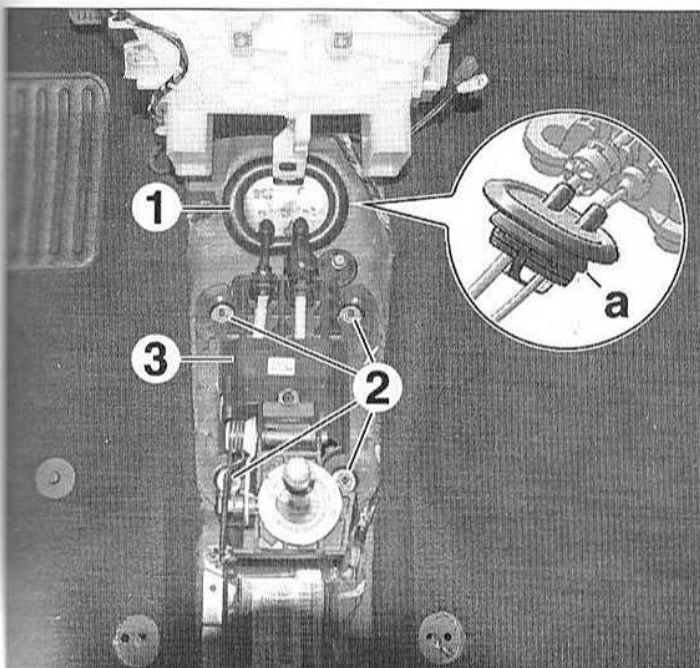

FIG.17
- Déclipper les câbles de commande et de sélection des vitesses en (a) (Fig.17).
- Dégager l'entretoise (1).
- les 4 écrous (2),
- le boîtier de commande de vitesses (3).